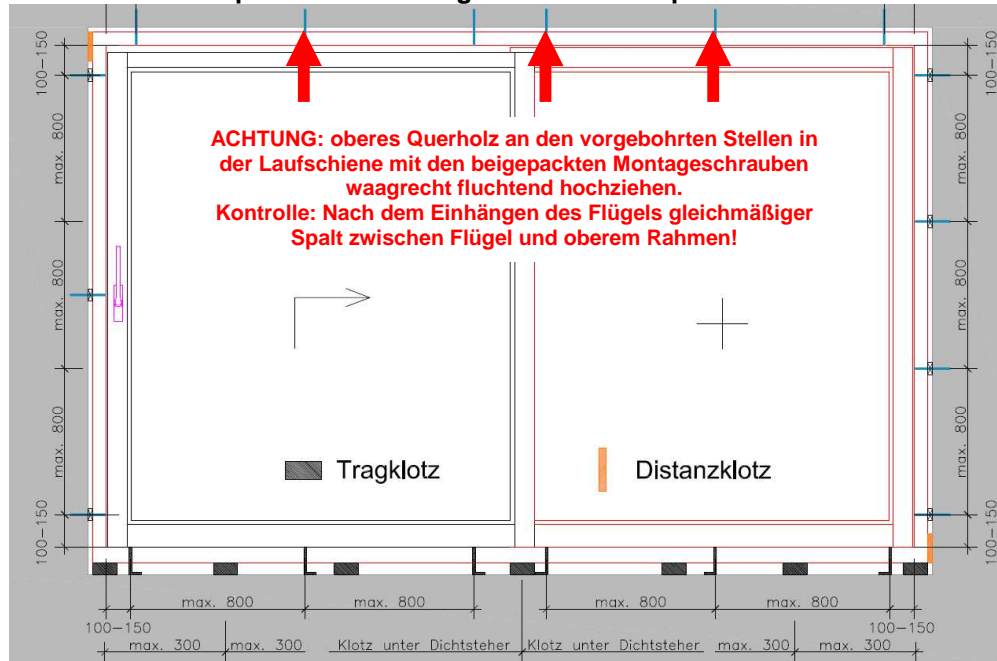

Abb. 1: Anordnung der Trag- und Distanzklötze, sowie der Befestigung.
1. Vor Montage des Elementes müssen Tragklötze im Abstand von max. 300 mm gemäß Abb.1 vorbereitet werden. Achtung: diese Tragklötze müssen ca. 16cm tief sein, und über die ganze Elementbreite und -tiefe einnivelliert und befestigt werden. Sie dienen zur Lastabtragung und zur Verhinderung einer Durchbiegung.
5. Senkrecht an der Fixteilseite und an der Anschlagseite ist jeweils ein Distanzklötz unten bzw. oben einzusetzen (immer diagonal); siehe Abb. 1.
6. Der Hebeschiebetürrahmen ist **oben** durch Führungsschiene und Rahmen* und auf der **Anschlagseite** durch Dichtleiste und Rahmen mit dem Baukörper zu verschrauben. **Unten** erfolgt die Rahmenbefestigung mit Stahlwinkeln zur Bodenplatte hin. *Achtung: Dabei nicht das Alu-Profil beschädigen, Siehe Abb.2. Die **Fixteilseite** kann mit am Baukörper verdübelten Mauerlaschen fixiert werden. Bei Stahlbeton und Ziegelmauerwerk kommen **Turboschrauben** $\varnothing \geq 7,5$ mm bzw. bei Holzwandaufbauten **Spaxschrauben** $\varnothing \geq 6,0 \times 100$ mm (Teilgewinde) im Abstand von der Rahmeninnenecke 100 mm-150 mm zum Einsatz. Der **max. Abstand untereinander** soll **800 mm** nicht übersteigen; siehe Abb. 1. Die Einschraubtiefe der Schrauben am Baukörper sollte mind. 70 mm betragen.